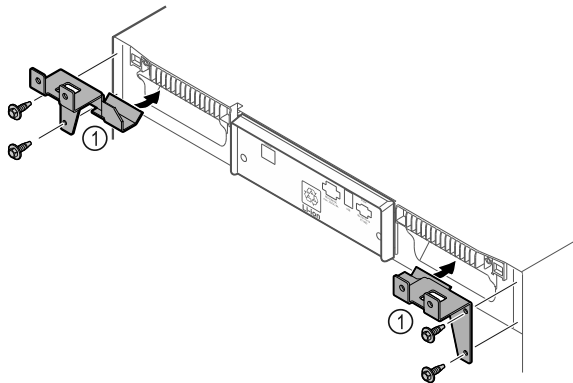

Fig. 10
- ▶ Bevestigingssteunen Fig. 10 (1) met zelfborgende schroeven aan het apparaat monteren.